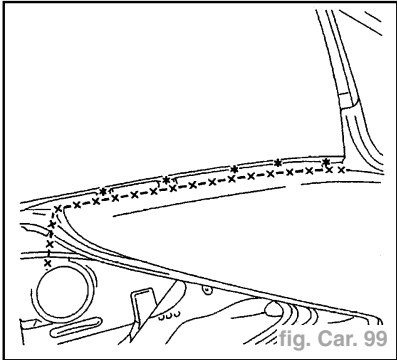

fig. Car. 99
- Côté d'habitacle : tracer puis découper à l'aide d'une scie (fig. Car. 99).